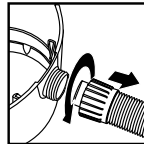

FIGURE 19
29. Dévissez l'écrou autobloquant du tuyau et retirez le tuyau de l'admission. **FIGURE 19.**